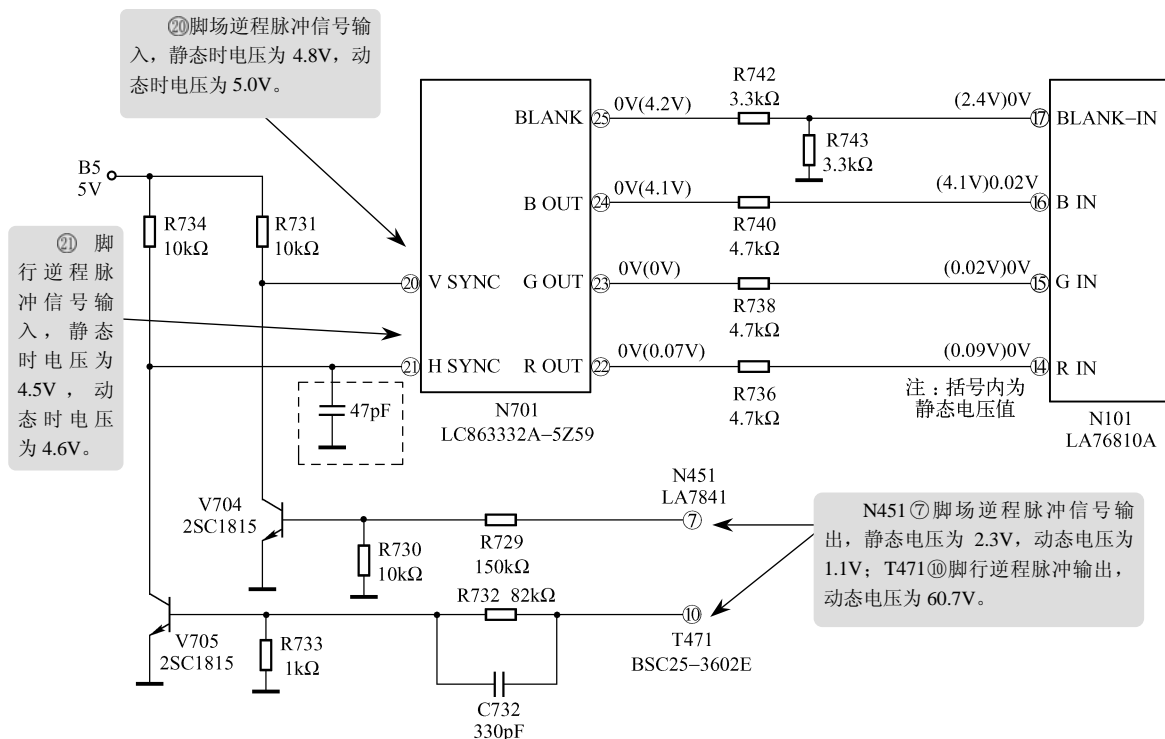

图 7-28 金星 2558 字符电路故障检修
检查与分析：根据检修经验和故障现象中有字符抖动的特征，可首先注意检查有关字符电路，如图 7-28 所示。
在如图 7-28 所示中，N701②、③脚分别用于输入行场扫描逆程脉冲，以使字符振荡电路工作在与行、场扫描同步状态，其外接的 V705、V704 分别用于行、场逆程脉冲钳位，④、⑤、⑥脚分别输出 R、G、B 字符信号，并通过 4.7k $\Omega$ 电阻送入 N101 (LA76810A) 的⑭、⑮、⑯脚。